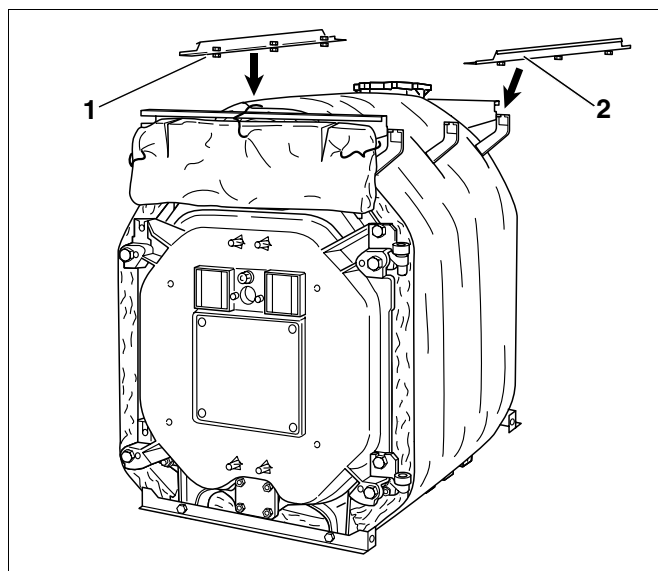

Fig. 45 Montering af længdeskinne
- Skub længdeskinne (fig. 45, **pos. 1 og 2**) med de formonterede skrue ind i konsollernes udsparinger, som beskrevet tidligere, og skru længdeskinne sammen med udsparingerne.